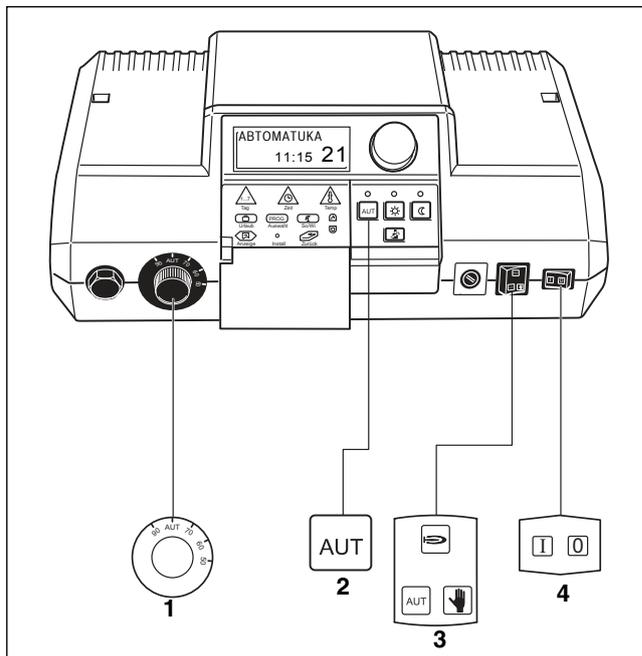

Рис. 8 Кнопки, необходимые для пуска в эксплуатацию
- ▶ Установите пусковой выключатель на " I " (ВКЛ.) (→ рис. 8, [4]).
- ▶ Поворачивая регулятор температуры котловой воды, установите его на "AUT" (→ рис. 8, [1]).
- ▶ Установите переключатель автоматического, аварийного режима, отопления и горячего водоснабжения на "AUT" (→ рис. 8, [3]).
- ▶ Нажать кнопку "AUT", для старта автоматического режима по таймеру (→ "Изменение режима работы", рис. 11) (→ рис. 8, [2]).
- ▶ Установите пусковой выключатель в положение "0" (→ рис. 8, [4]).